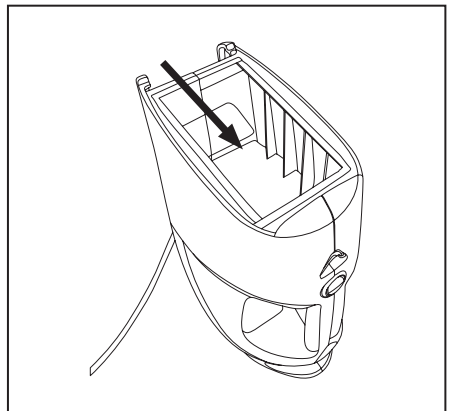

Fig. 15
- Coloque el nuevo filtro de carbón en la pared trasera de la aspiradora. Debe encajar perfectamente contra la pared interior de la aspiradora (Fig. 15).